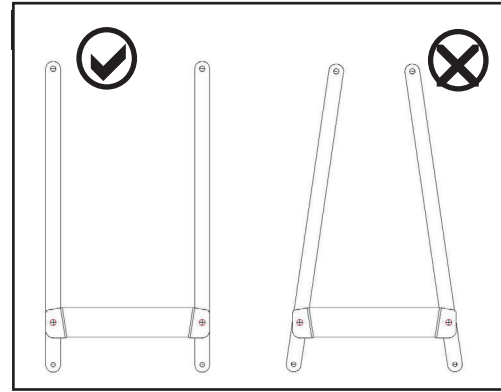

Fig. 1
- Compruebe el paralelismo de las patas de la grúa. Si las patas están metidas hacia dentro más de 3° (ver Fig. 1) y no están paralelas (ver figura (F) de la sección Especificaciones Técnicas para determinar la posición de "Patas Cerradas"), y la medida F se ve reducida más de 100mm, NO utilice la grúa.